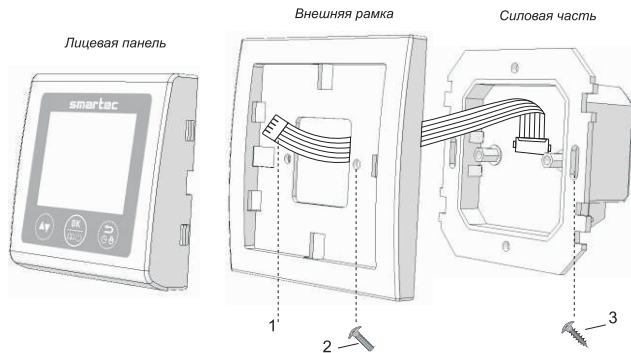
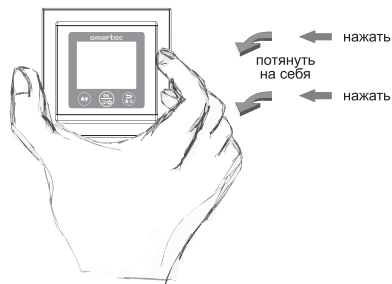

Рис.3 Устройство терморегулятора
Рис.4 Снятие лицевой панели
5.2.2.2 Снимите лицевую панель (рис. 3). Для этого нажмите на одну или обе боковые грани и потяните панель на себя (рис. 4). Во избежание повреждения корпуса при снятии лицевой панели не используйте вспомогательные средства (инструменты).
5.2.2.7 Установите и закрепите терморегулятор в монтажной коробке при помощи саморезов (3) (рис. 3).